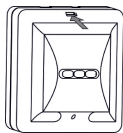

Рисунок 3
- Снимите крышку извещателя, отжав отверткой фиксатор крышки (рис. 3).